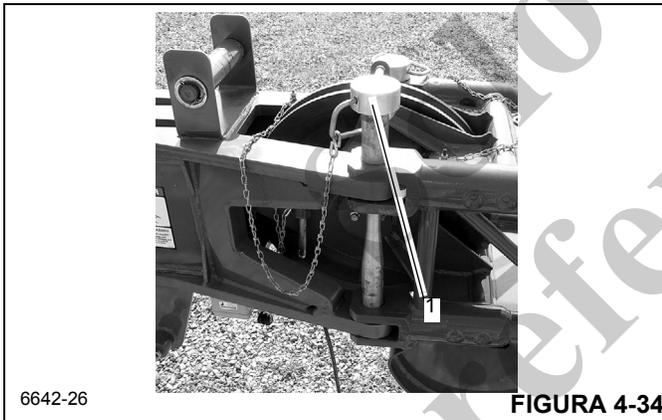

FIGURA 4-34
6. Quite el pasador (1, Figura 4-34) de la sección articulada. Instale el pasador en la sección de extremo y reténgalo con el pasador de pinza.